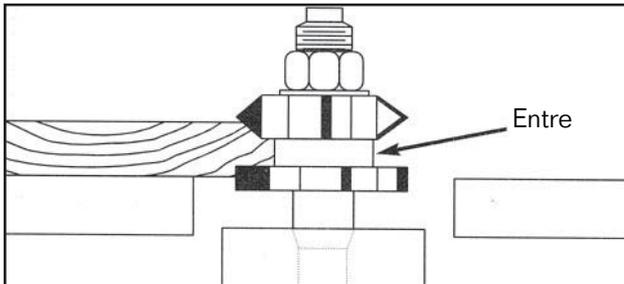

Figura 29. Collar de roce colocado entre los dos cortadores
2. **ENTRE DOS CORTADORES** como se muestra en la Figura 29. Este ajuste tiene la ventaja de hacer dos cortes de contorno en una pasada. Aunque tiene un collar de roce debajo del cortador, este ajuste es más seguro que el anterior. Cualquier levantamiento de la pieza de trabajo provocará que el corte sea desigual. Con pasarla una segunda vez corregirá el contorno en la punta inferior, pero el contorno superior aún estará áspero por el levantamiento de la pieza de trabajo dentro del cortador.